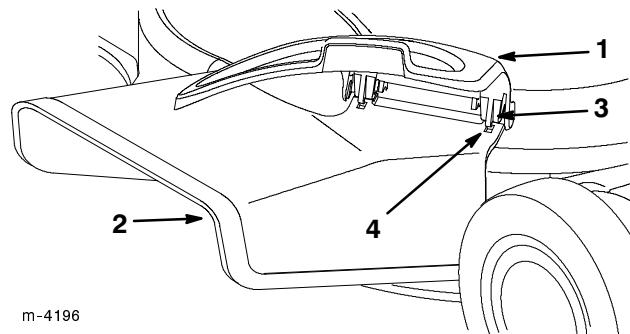

Figure 41
6. Glisser l'éjecteur sur l'ouverture, en insérant les fentes de l'éjecteur sur les pattes du dessous du couvercle (Fig. 41).
3. Soulever le couvercle d'éjection latérale et retirer l'éjecteur latéral (Fig. 41).